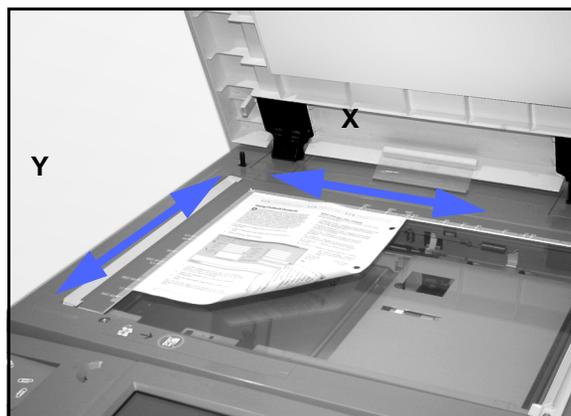

Figure 18 : Zone de cadrage de la glace d'exposition
- Les paramètres X et Y sont définis par rapport à la flèche figurant dans l'angle de la glace d'exposition et représentent les contours de la zone de cadrage (voir la figure 18). X correspond au bord le plus long et Y, au bord le plus court, que le document soit orienté portrait ou paysage.